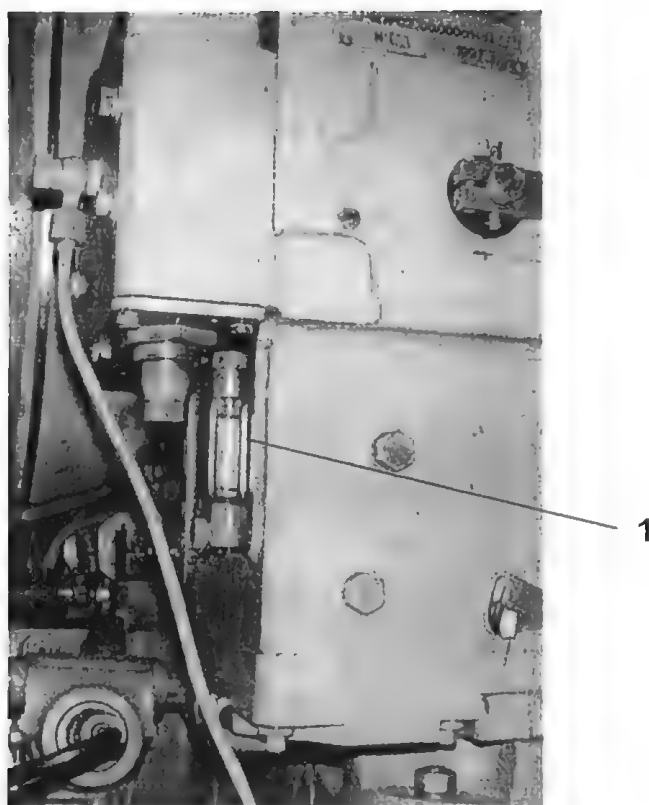

Bild 5-9 / Schauglas Ölstand Dieselmotorregler
- Ölstand am Schauglas des Dieselmotorreglers (Bild 5-9 / Pos. 1) überprüfen.